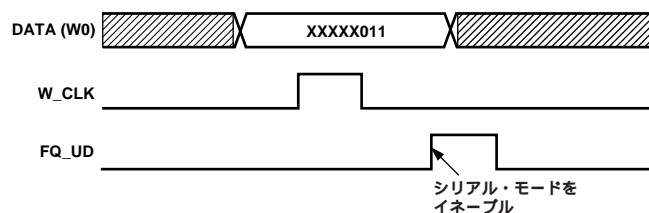
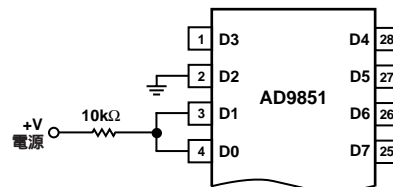
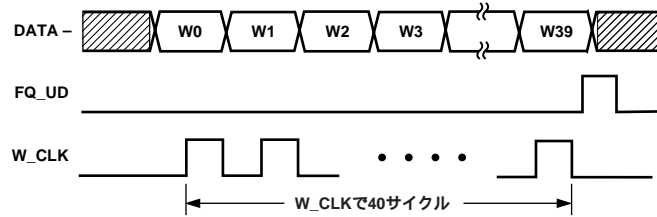

図17. シリアル・ロードのイネーブル・シーケンス
図18. シリアル・ロードの図17に示すイネーブル・ワードW0に対するハードワイヤ接続(xxxxx011)
図19. シリアル・ロードでの周波数/位相更新シーケンス
シリアル・モードには、デフォルトのパラレル・モードから入る必要があります(図17)。データのロードは、W0から開始されW39で終了します。シリアル・モードに入った直後に、シリアル・モー
*このビットは、シリアル・モードが開始されない限り常にロジック0(図17参照)。シリアル・モードに入ったら、このデータ・ビットは、正常動作のためにはロジック0に戻す必要があります。
シリアル・モード(図17)へは、パラレル・モードから入ります。パラレル・モードはデフォルトとしてRESETアサート後に選択されています。パラレル・モードからシリアル・モードへ遷移するときは、先頭の8ビット(ワードW0)にシーケンスxxxxx011を書込むだけで済みます(図17)。W0プログラミング・ワードを8ビット・データ・バスを使って転送するか、図18に示すようにハードワイヤ接続によることもできます。シリアル・モードに入ったら、図19に示すプログラミング・シーケンスに従う必要があります。
注: シリアル・モードの開始後、直ちに有効40ビット・シリアル・ワード(図19)の書込みを行い(全バイトがゼロの場合でも)続いて、FQ_UDの立下がりエッジで"残りの"データをDDSコアに書込むことを推奨します。W33がロジック0である任意のワードが有効な40ビット・シリアル・ワードです。